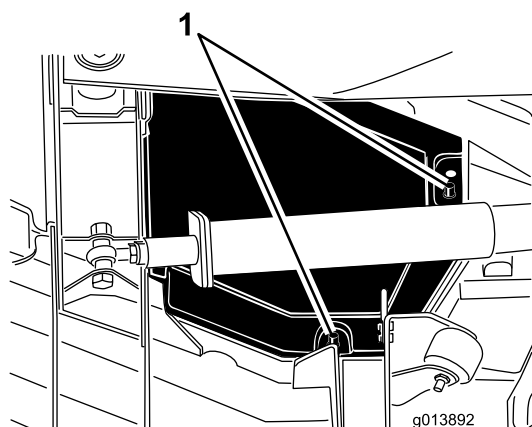

Рисунок 47
4. Поднимите задний и внутренний края крышки с монтажных штырей (Рисунок 47).